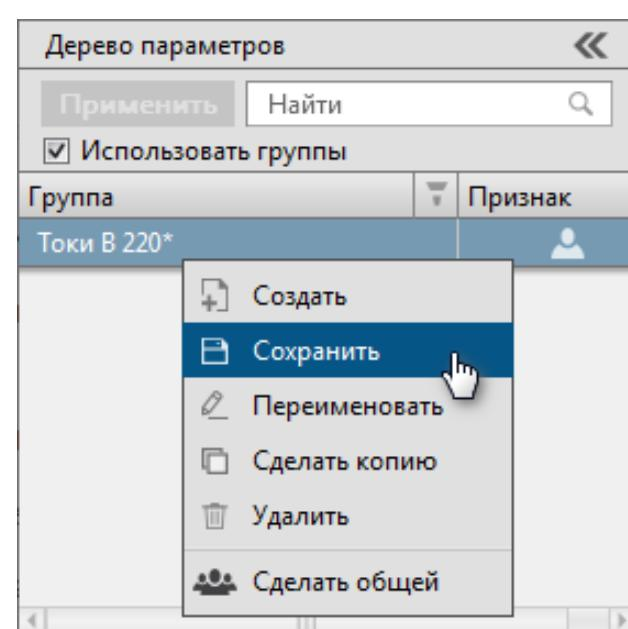

Рисунок 24 - Сохранить
4. Нажмите *ЛКМ* по переименованной группе сигналов и выберите команду **Сохранить** (Рисунок 24).